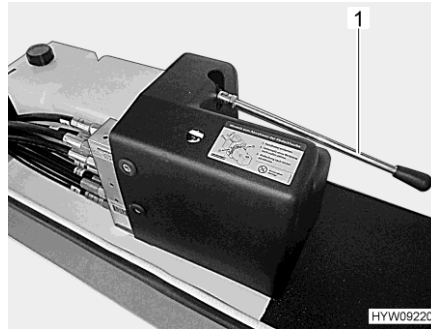

Bild 44 Hebel (Notbedienung)
- Hubstütze mit Handpumpe einfahren. Dazu mit dem Hebel (Bild 44, 1) pumpen, bis die Hubstütze eingefahren ist.